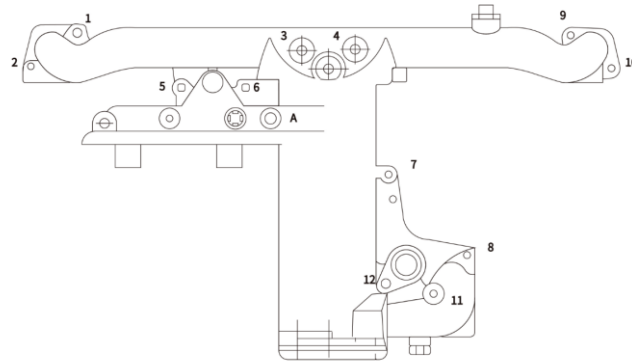

图 21 机油冷却器安装螺栓位置
8.27.3 将堵塞带铜垫一起装到机油冷却器总成上(图 21 位置 A)，堵塞的拧紧力矩为  $32\text{ N}\cdot\text{m}\pm 6.4\text{ N}\cdot\text{m}$ 。